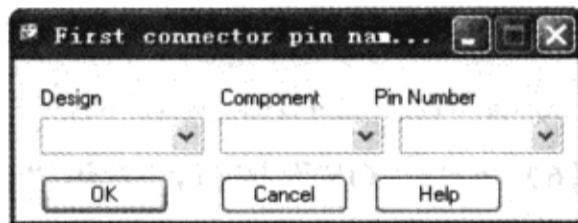

图 5-2-12 “First connector pin name”对话框
(3) 单击“OK”按钮→在下一个弹出对话框的“Number of Cable/RLGC Wires”栏输入“184”→单击“OK”按钮→弹出“First connector pin name”对话框，如图 5-2-12 所示。